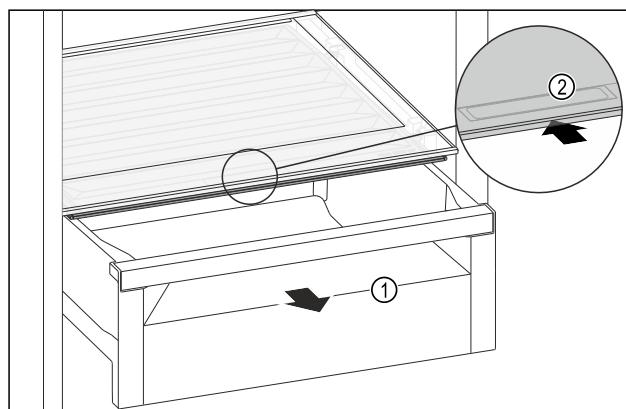

Fig. 117
- Изтеглете чекмеджето Fig. 117 (1).
- Хванете вдлъбнатия захват Fig. 117 (2) на капака на отделението и едновременно с това избутайте назад капака на отделението.